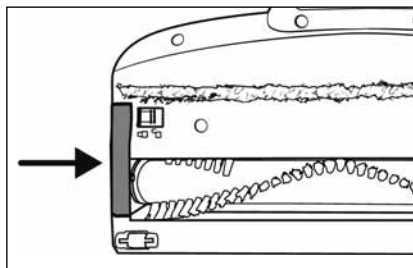

Bild 29
- 6) Sätt tillbaka rullborstens hållare 20 i golvborsten 22. Tryck hållaren nedåt till den klickar fast i golvborsten 22 (se bild 29).